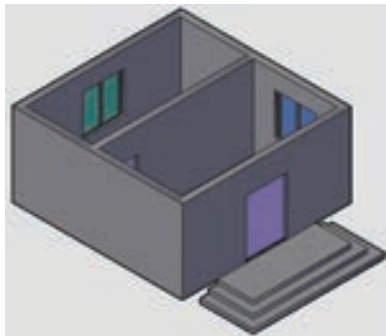

图 6-80 三维效果
5) 将当前视图转换为“西南等轴测视图”，查看台阶的三维效果，如图 6-80 所示。